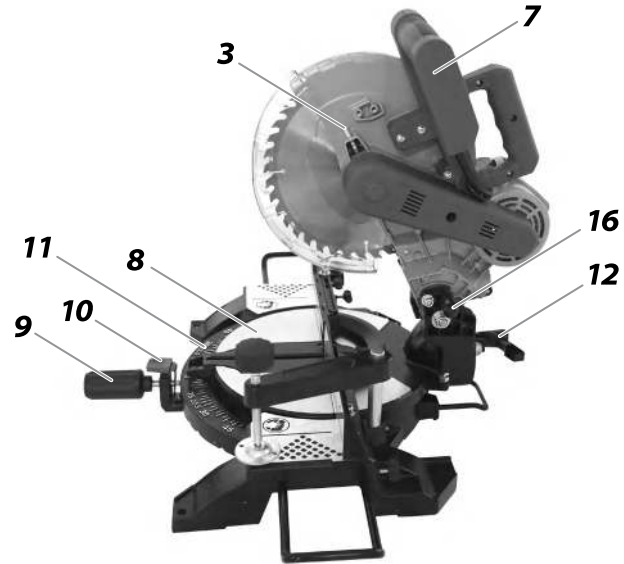

Рис. 2
1. Нажмите на кнопку фиксации пильного диска (3) (Рис. 2);
5. Установите наружный фланец (4). Затяните болт крепления вращением против часовой стрелки, удерживая в нажатом положении кнопку фиксации (3) (Рис. 2).